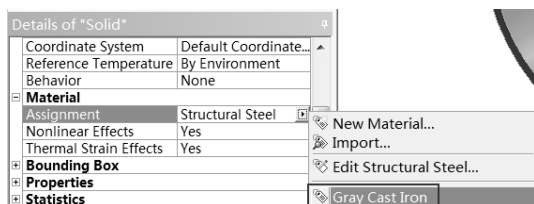

图 6-72 更改材料
Step3：单击 Details of “Solid” 栏中 Assignment 项后 按钮，如图 6-72 所示，选择 Gray Cast Iron 选项。